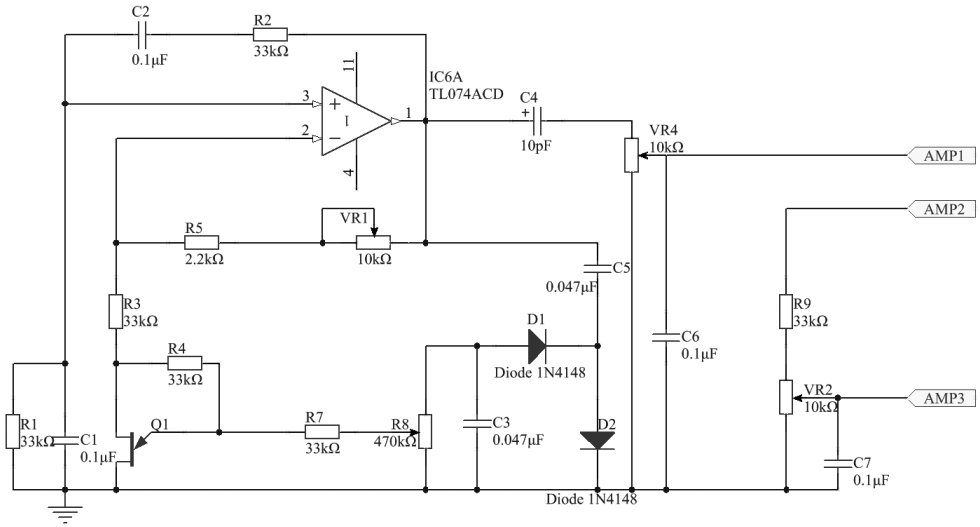

图 5-25 放置电路端口
(2) 用同样的方法在原理图中放置其余电路端口，结果如图 5-25 所示。